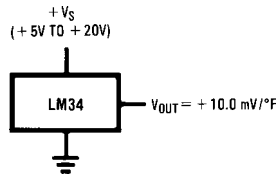
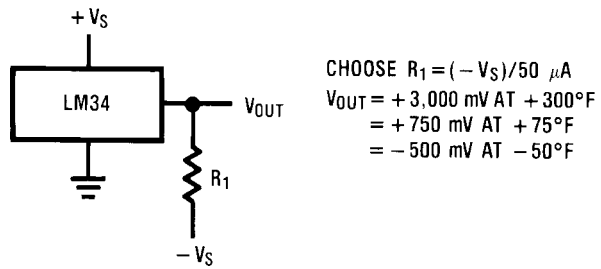

FIGURE 1. Basic Fahrenheit Temperature Sensor
FIGURE 2. Full-Range Fahrenheit Temperature Sensor
**Note 2:** 特記のない限り、これらの仕様は以下の条件で適用されます。LM34 および LM34A では - 50 °F  $T_j$  + 300 °F、LM34C および LM34CA では - 40 °F  $T_j$  + 230 °F、そして LM34D では + 32 °F  $T_j$  + 212 °F。テスト回路および条件は、Figure 2 の回路において  $V_S = + 5V_{DC}$ 、そして  $I_{LOAD} = 50\mu A$ 、また LM34 および LM34A では 230 °F  $T_j$  300 °F の場合 + 6VDC です。また、これらの仕様は Figure 1 の回路では + 5 °F から  $T_{MAX}$  まで適用されます。
**Note 10:** 待機時消費電流は Figure 1 の回路で定義されています。